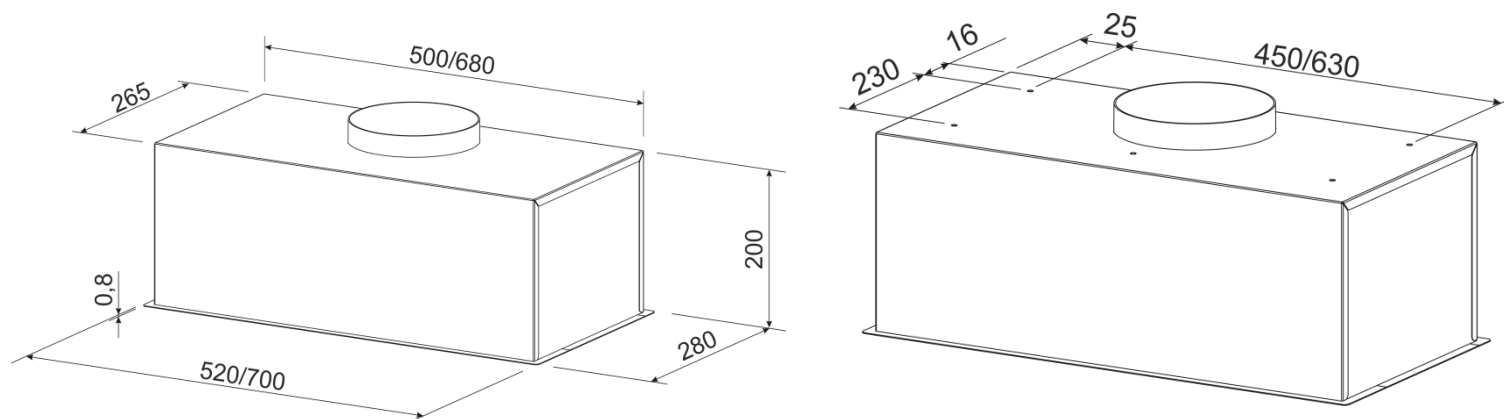

Рис. 4
6.4 С учетом установленной высоты и условием прилегания вытяжки до дна нижней полки навесной мебельного шкафа по ранее изготовленному бумажному шаблону разметьте и вырежьте прямоугольное отверстие согласно габарита (рис.4) встроенной части вытяжки.
6.5.1 Изготовьте бумажный шаблон с координатами отверстий CDEF (рис.4), приложите шаблон к полке мебельного гарнитура (рис. 5.1).